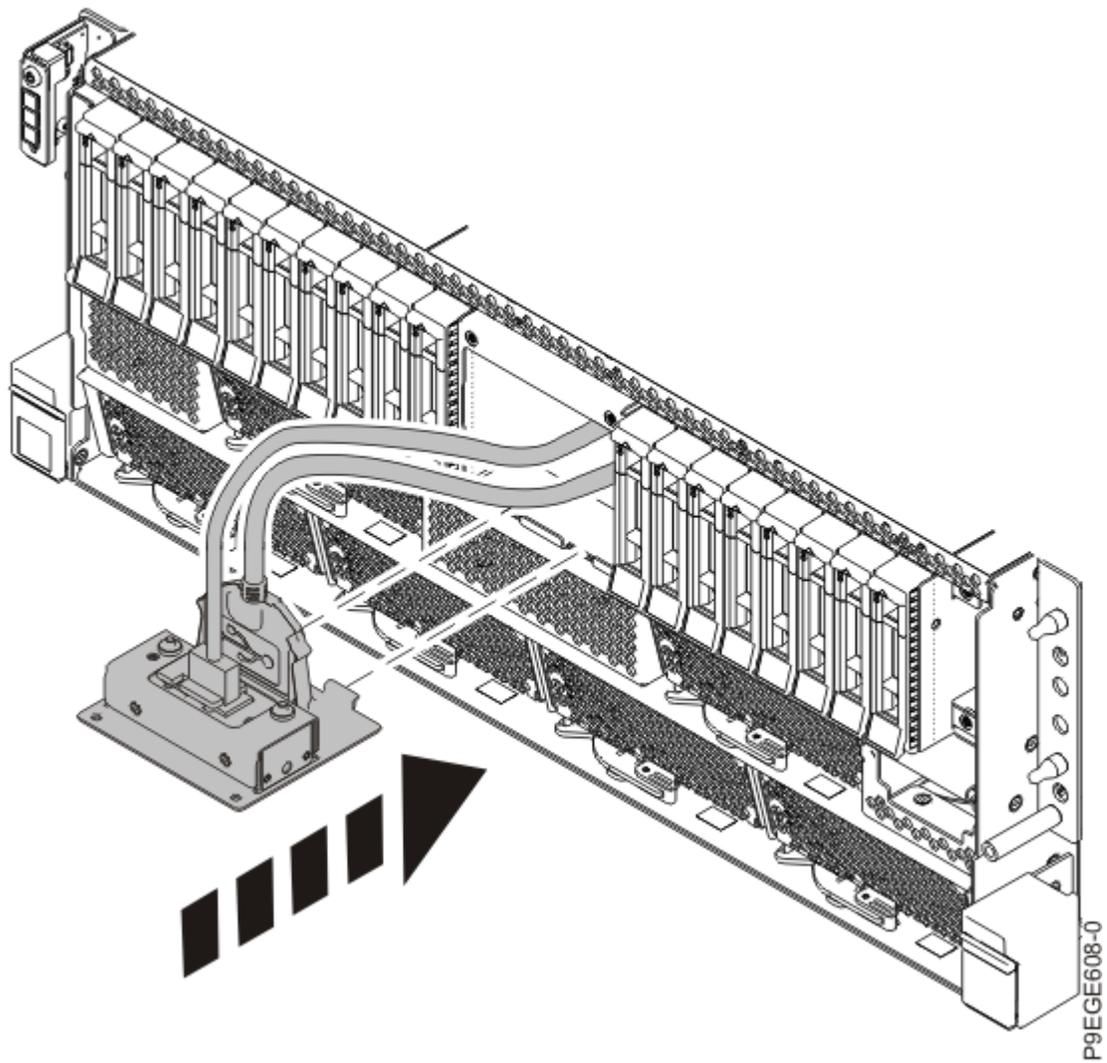
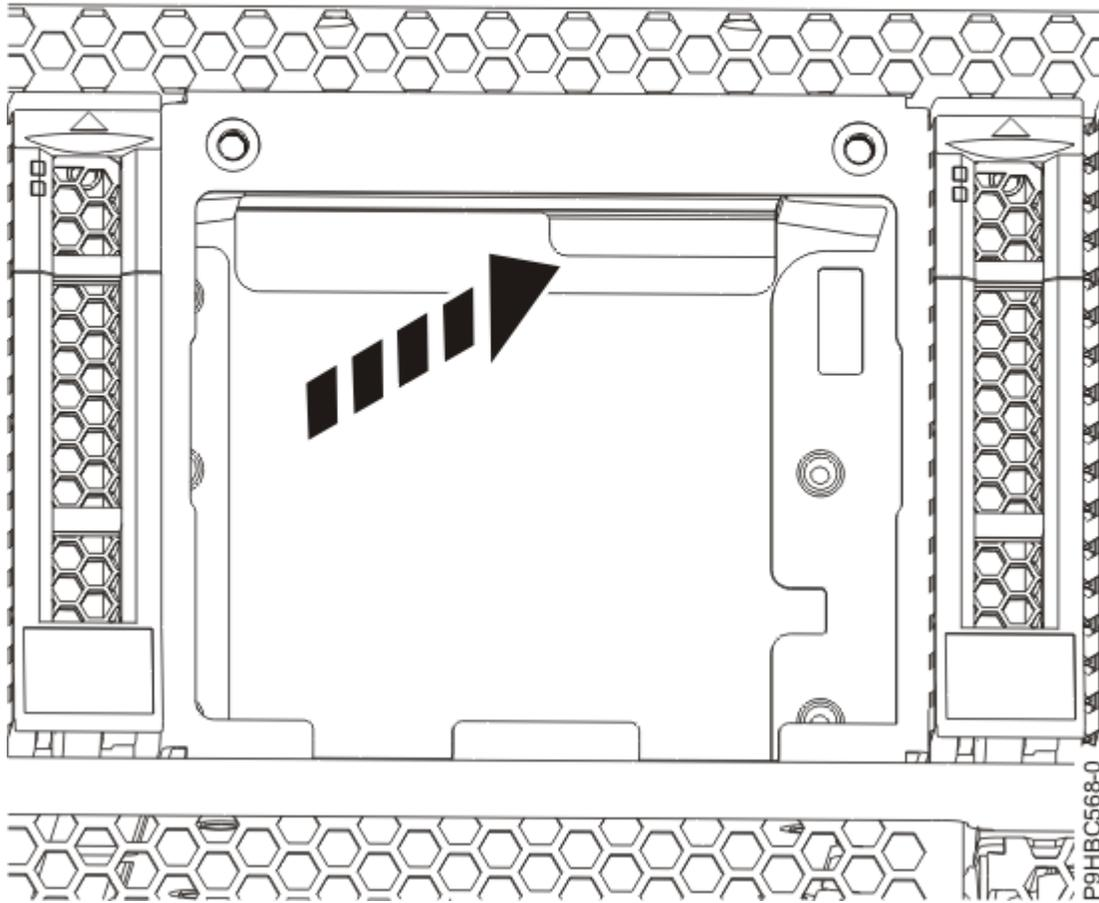
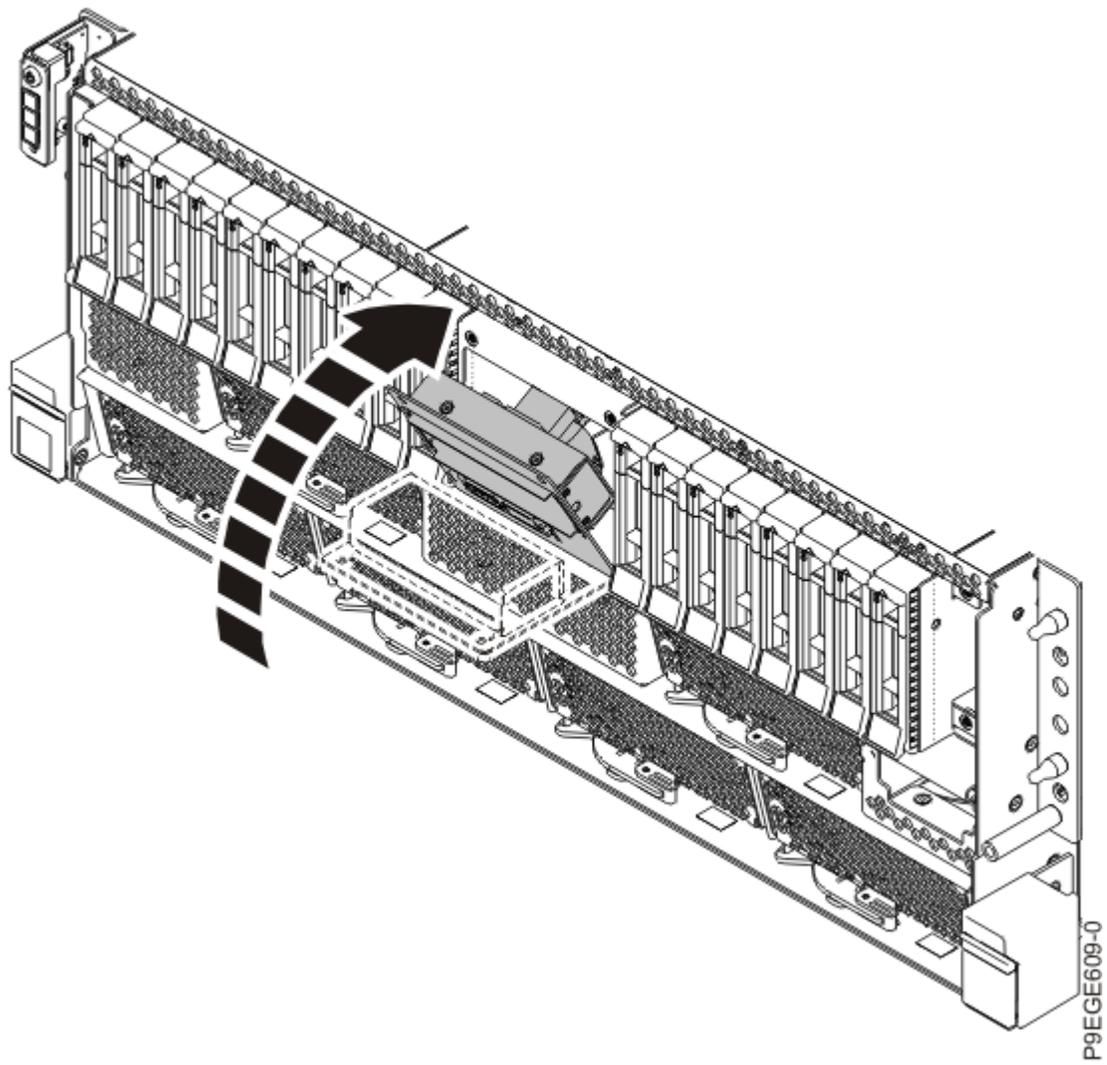
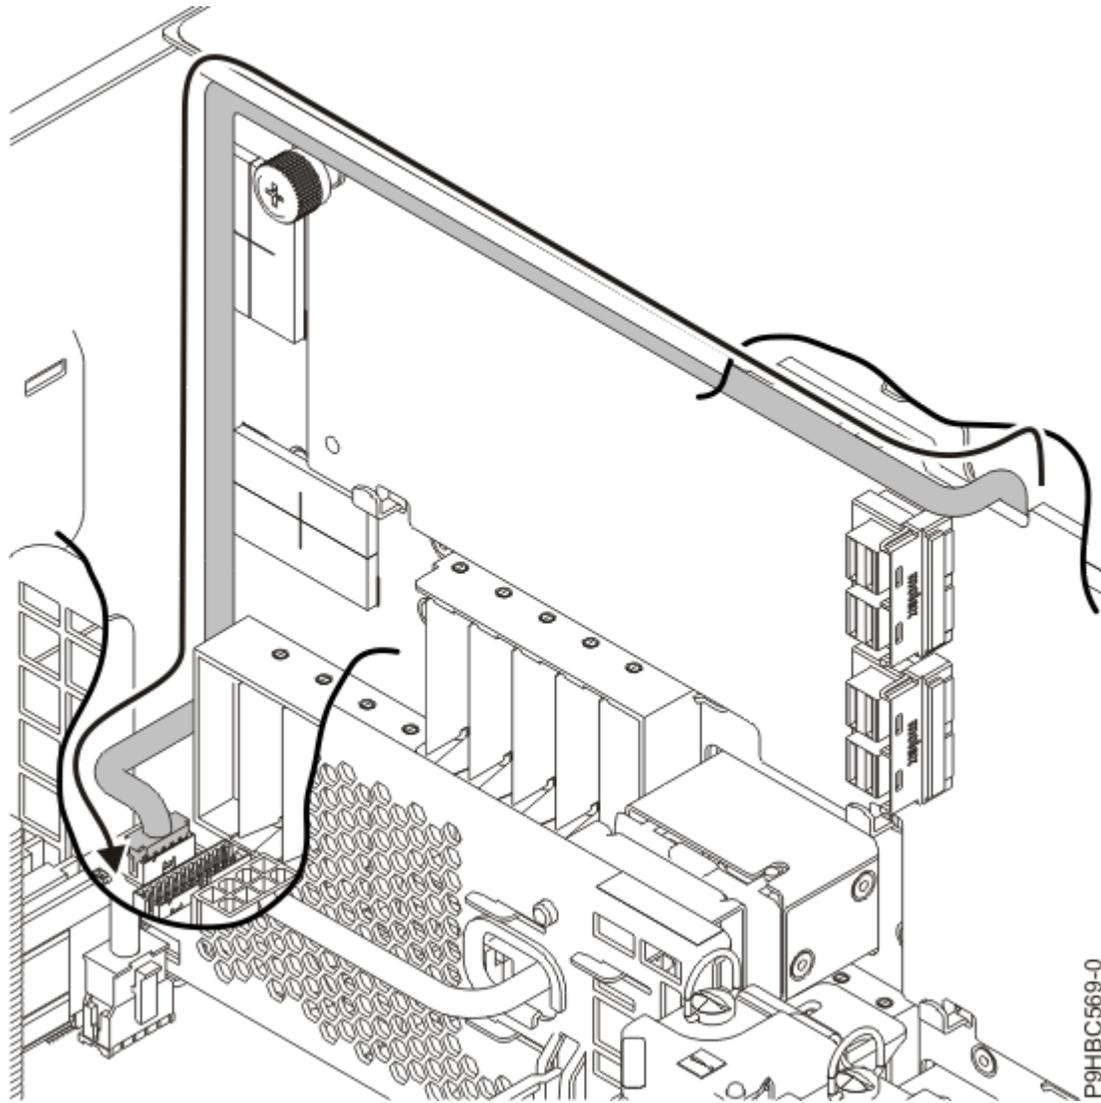

Abbildung 118. Steuerkonsolenanzeigekabel bei einem Einschubsystem einsetzen
Abbildung 119. Kabel bei einem Einschubsystem durch diese Bohrung im Chassis führen
Abbildung 120. Steuerkonsolenanzeigehalter bei einem Einschubsystem schließen
Abbildung 121. Steuerkonsolenanzeige kabelpfad bei einem Einschubsystem
3. Setzen Sie bei einem Einschubsystem das Steuerkonsolenanzeigekabel in das System ein (siehe Abbildung 118 auf Seite 125, Abbildung 119 auf Seite 126, Abbildung 120 auf Seite 127 und Abbildung 121 auf Seite 128).